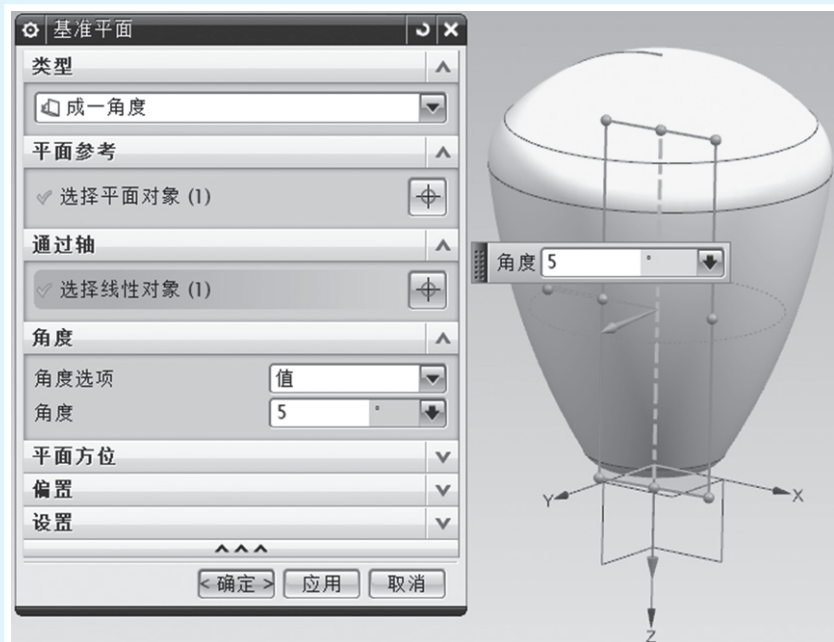

图 1-73
(7) 此时需要用 UG 自动创建的基准坐标系作为参考。在部件导航器中选中“基准坐标系”选项,显示基准坐标系。利用“基准平面”工具,创建如图 1-73 所示的图形。